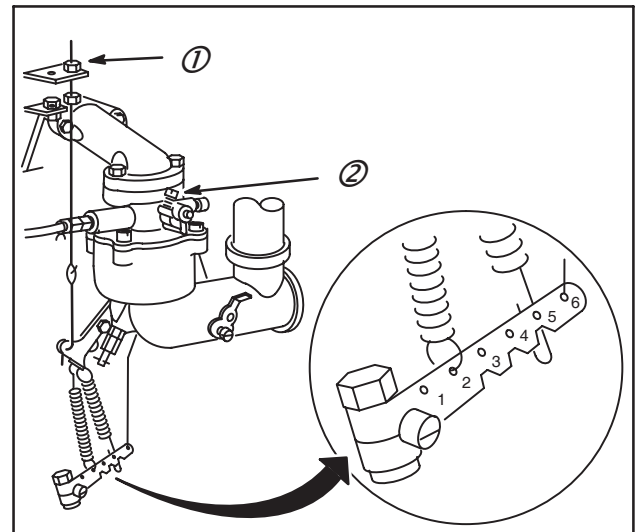

Fig. 39
Pour le réglage, commencer par effectuer le réglage de richesse. Placer ensuite la commande à distance en position ralenti. Maintenir le papillon fermé, ajuster la vis de ralenti (2) pour obtenir 1000 Tr / mn. Relâcher le papillon. La commande à distance en position ralenti, ajuster l'écrou Nylstop (1) pour obtenir 1200 Tr / mn. Fig. 39.